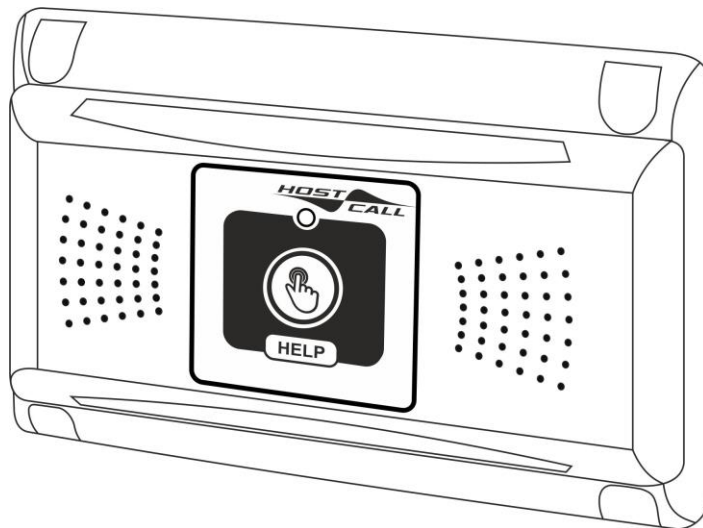

Рисунок 5.19. Переговорное устройство MP-522W1
3. Переговорное устройство MP-522W1 (рис.5.19).